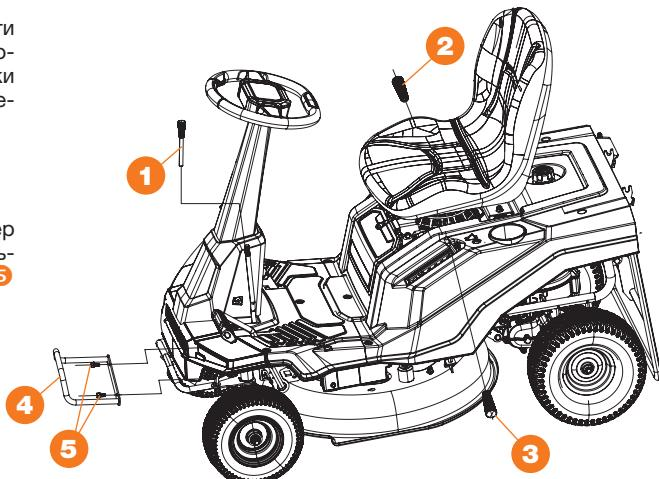

Рис. 7
Накрутите рукоятки на рычаги управления режущими приспособлениями ①, регулировки высоты скашивания ② и переключения передач ③ (Рис. 7).
Установите передний бампер ④ на корпус райдера, используя крепежные элементы ⑤ (Рис. 7).